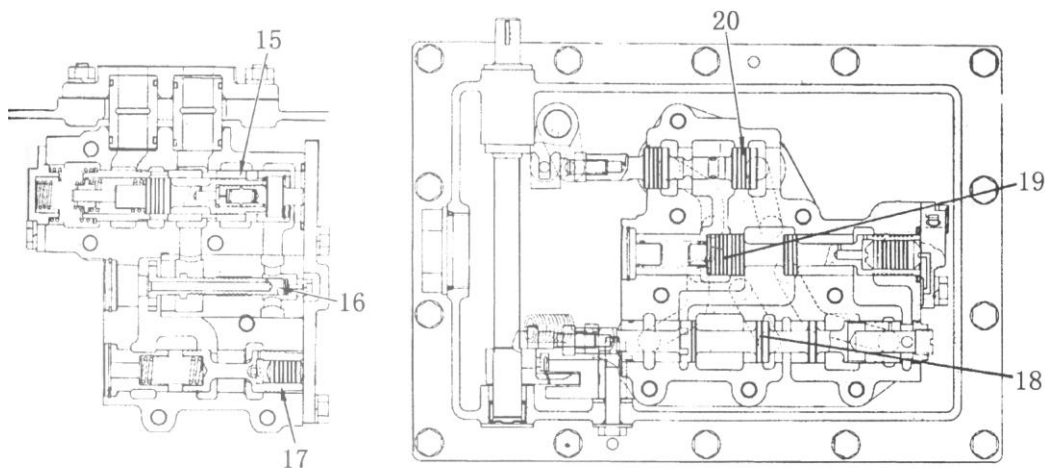

Рис. 5-76.
Клапаны 15-20 установлены на корпусе коробки передач (Рис. 5-76). Клапан (15) является регулятором с регулирующим давлением 2,5 МПа. При достижении предела регулирующего давления регулирующий клапан открывается и масло подается в гидротрансформатор. Клапан (16) является клапаном быстрого возврата. В сочетании с регулирующим клапаном (15) он способствует надежному и полностью разделному переключению каждой муфты.